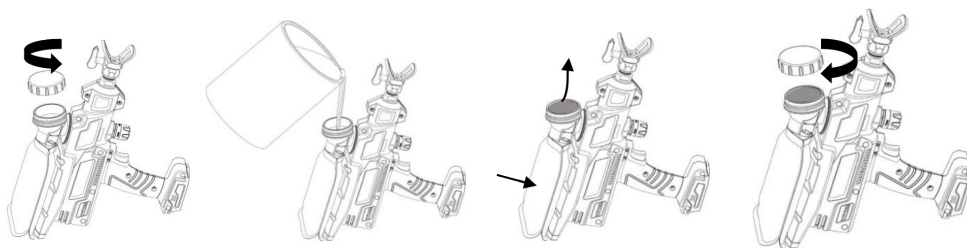

Рис. 9
3. Снимите крышку контейнера, установите краскопульт вертикально, добавьте жидкость для распыления в пакет, медленно сожмите пакет рукой, чтобы уровень жидкости достиг горловины контейнера, и плотно закрутите крышку (рис. 9).